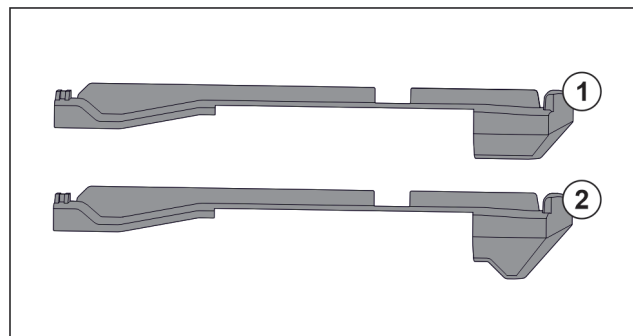

Fig. 74 Porovnání nasazovacích dílů
V přístroji se nacházejí dva různé nasazovací díly. Nasazovací díl nad nejspodnější zásuvkou Fig. 74 (2) má hranu trojúhelníkového tvaru. Všechny ostatní nasazovací díly Fig. 74 (1) mají rovnou hranu.
- ▶ Nasazovací díl Fig. 74 (2) s hranou trojúhelníkového tvaru připevněte nad nejspodnější zásuvkou.
- ▶ Nasazovací díl Fig. 74 (1) s rovnou hranou připevněte na všech ostatních místech.